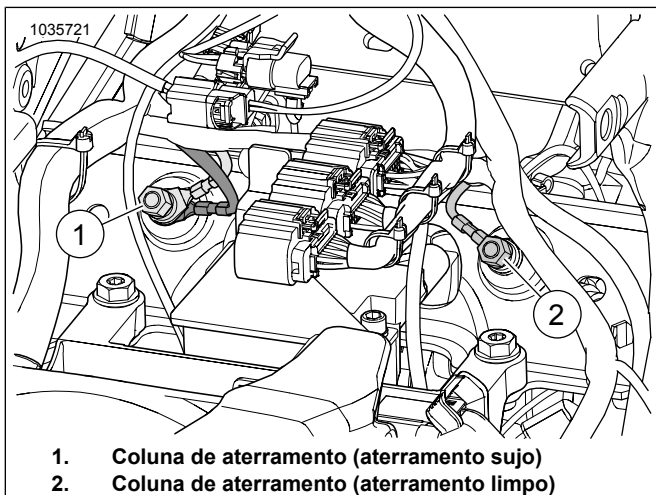

Figura 15. Localizações da coluna de aterramento na caixa de bateria
Consulte o Figura 15. Oriente e conecte o fio de ligação terra do ATM na coluna de aterramento **limpo** (2). Aperte com torque de: